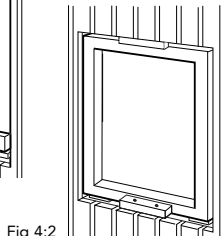

Fig 4:2
- Lyft in fönstret/karmen i hålet och placera på bärlotsarna, se fig. 4:2.